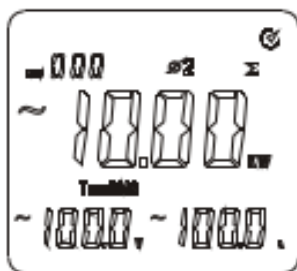

Figura 8-4
- Como se muestra en la figura 8-4, presione la tecla “Σ” para acumular la potencia de la segunda fase.